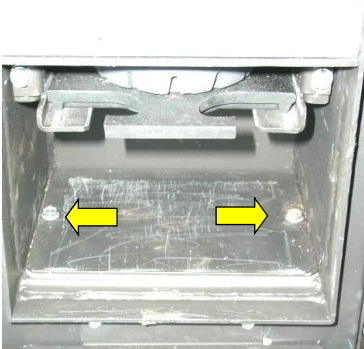

Fig. 54 : retirer la tôle de fond soufflerie
6. Nettoyez le canal d'accumulation des gaz de combustion. Dévissez les deux vis de la tôle de fond sous le tiroir à cendres (Fig. 54). Sortez la tôle de fond avec le joint et aspirez en profondeur le canal d'accumulation des gaz de combustion. **Attention** : ne déformez pas les roues à ailes de la soufflerie ! Contrôle visuel de l'encrassement de la soufflerie des fumées. Uniquement en cas de besoin : nettoyage de la soufflerie des fumées, voir chapitre 18.4.
1. Retirez la tôle de fond au-dessus de la soufflerie, dévissez 2 vis (Fig. 54).